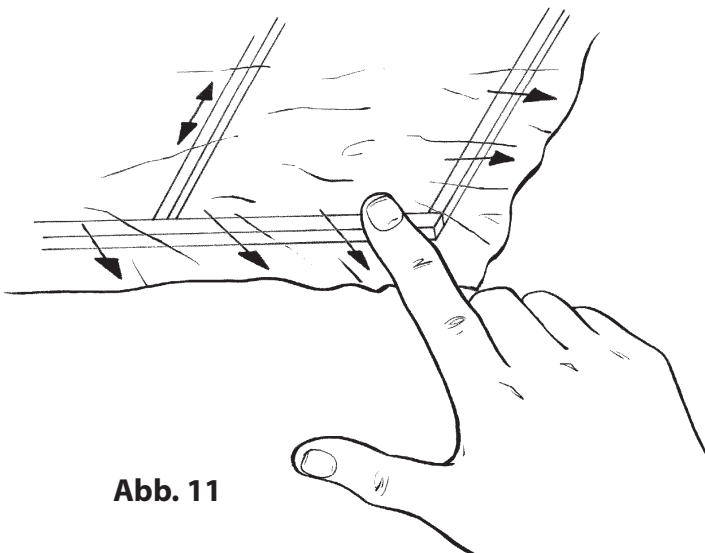

Abb. 11
7.2.4 Das aufgelegte Bespannpapier wird vorsichtig glattgezogen und auf der Oberseite leicht angedrückt. Dabei muss das Bespannpapier von innen nach außen angedrückt werden. (Abb. 11)